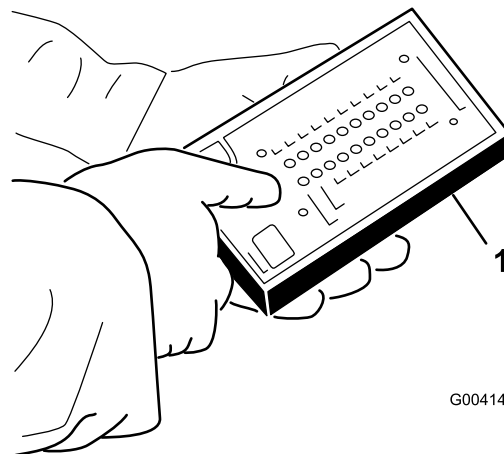

Figura 22
4. Collegate il connettore del display Diagnostic ACE al connettore diagnostico (Figura 22).